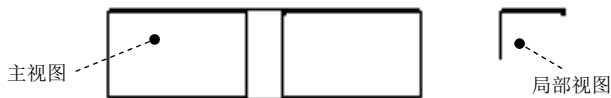

图 3.8.22 局部视图
创建局部视图如图 3.8.22 所示, 操作步骤如下。
Step2. 先单击图 3.8.22 所示的主视图, 然后右击, 从系统弹出的快捷菜单中选择 **投影** 命令。